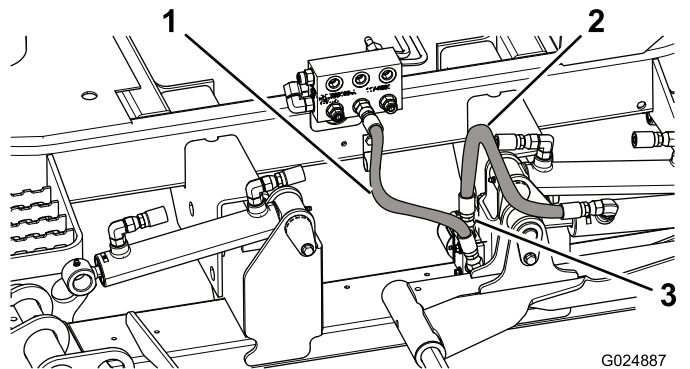

Bild 4
8. Verlegen und befestigen Sie das vom Anschlussverteileranschlussstück abgeschlossene Ende des Schlauchs am oberen (geraden) Anschlussstück des Mähwerksperrverteilers (**Bild 4**).
9. Verlegen und befestigen Sie den neuen Schlauch am Anschlussverteiler und am 90-Grad-Anschlussstück des Mähwerksperrverteilers (**Bild 4**).